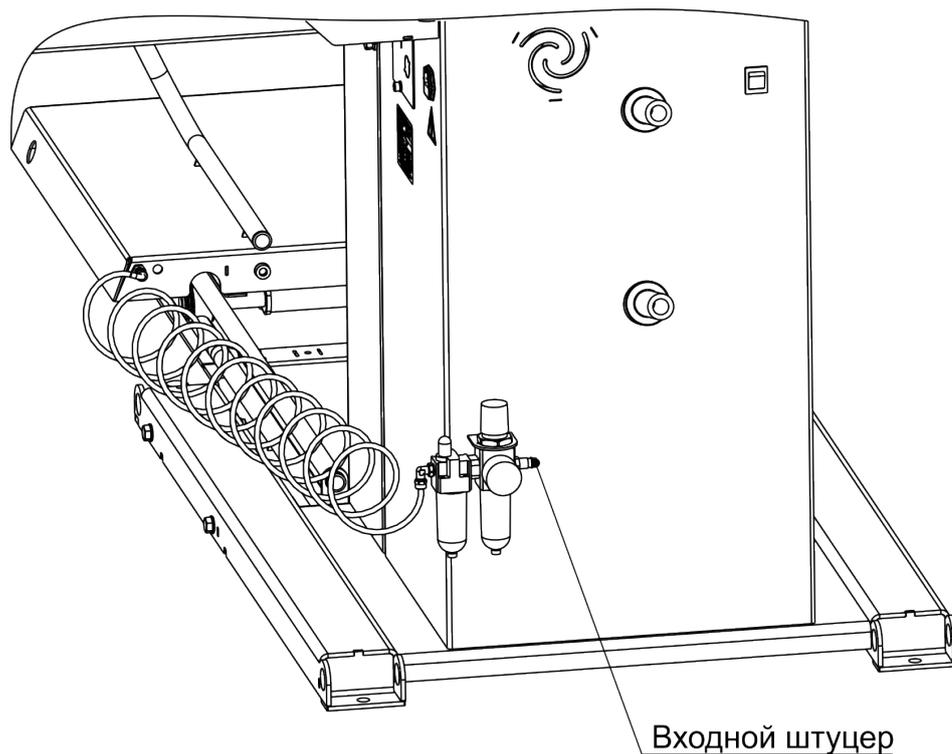

Рисунок 4.5
4.2.5 Подсоединить шланг подачи воздуха ко входному штуцеру (рисунок 4.5). Рекомендуемое рабочее давление составляет 8-10 бар.